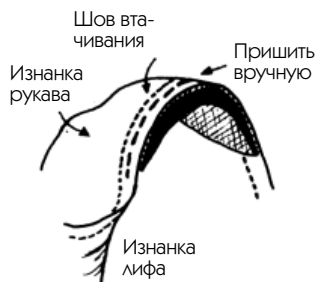

Рис. 268
3. Выверните изделие на изнаночную сторону и высвободите окат рукава к верху проймы (рис. 268).
— Подплечник должен быть прочно пришит точно вровень со швом втачивания рукава в пройму (крупный пунктир на рис. 268).